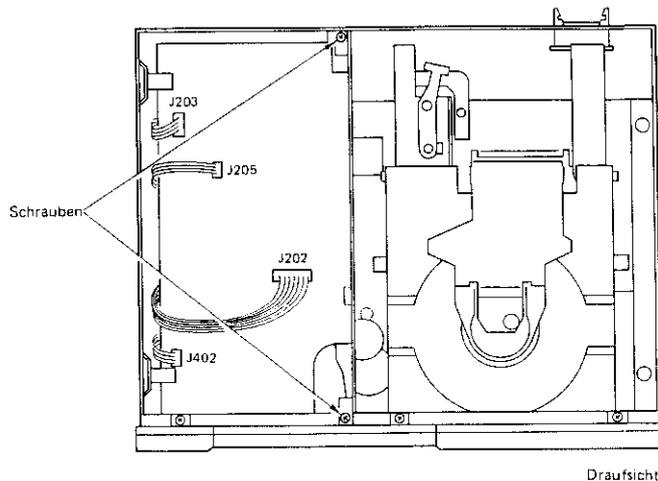

Abb. 3
- 1) Die beiden Schrauben lösen, mit welchen die Leiterplatte PB-1 am Chassis befestigt ist (Abb. 3).